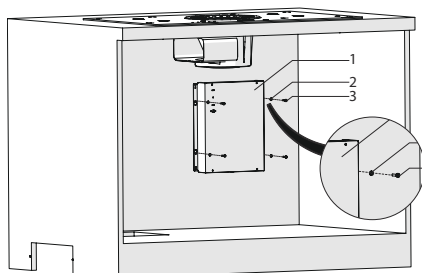

Fig. 18
5. ➡ Placér elektronik boksen inde i skabet og skru den fast vha. 4 x 3,9x22 skruer med skiverne (Fig. 18).